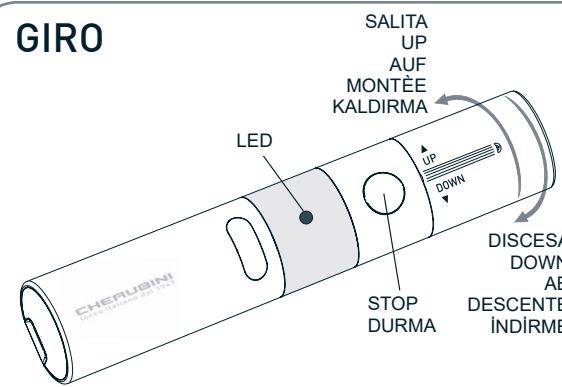
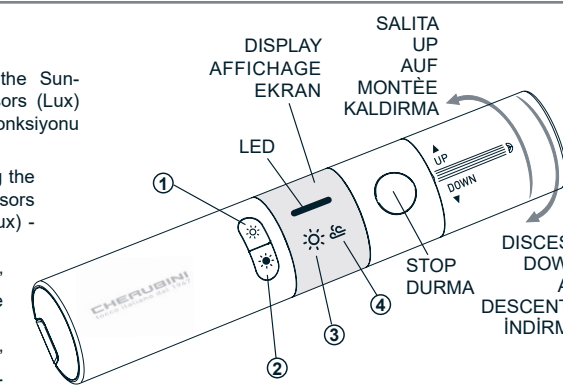

fig. 1
fig. 2
2.0 ALIMENTAZIONE - I telecomandi GIRO funzionano con due pile alcaline da 1,5 V formato LR03 (AAA) (fig. 3). Durante la trasmissione il LED frontale bianco (GIRO fig. 1) - o il display (GIRO Lux fig. 2) - si accende fisso, se le pile sono cariche, lampeggia quando si stanno scaricando. Per la sostituzione usare solo pile analoghe a quelle indicate.
2.0 POWER SUPPLY - The remote controls GIRO work with two 1.5 V Alkali batteries (AAA) format LR03 (fig. 3). White front LED will be lightened during transmission. (GIRO fig. 1) or the display (GIRO LUX fig. 2) - will be on if batteries are charged, blinking when batteries are low. Replace the batteries only with the same type.
2.0 STROM - Die Handsender GIRO funktionieren mit zwei 1,5 V Alkalibatterien (AAA) Format LR03 (fig. 3). Während der Sendung ist der frontale weiße LED (GIRO fig. 1) oder Display (GIRO LUX fig. 2) aufgeleuchtet. Bei leerer Batterie blinkt der LED oder Display. Zum Ersatz der Batterien müssen solche eines gleichwertigen Typs eingesetzt werden.
2.0 ALIMENTATION - Les émetteurs GIRO fonctionnent avec 2 piles alcalines de 1,5 V format LR03 (AAA) (fig. 3). Pendant la transmission la LED frontale blanche est activée (GIRO fig.1) - ou l'affichage (GIRO Lux fig. 2) - si la lumière est fixe les piles sont chargées, elle clignote quand les piles sont presque déchargées. Le
2.0 GÜÇ KAYNAĞI - GIRO uzaktan kumandaları, LR03 (AAA) boyutunda iki adet 1,5 V alkanil pil ile çalışır (Şek. 3). İletim sırasında ön beyaz LED (GIRO Fig. 1) - veya ekran (GIRO Lux Fig. 2) - sürekli yanar, eğer piller şarj edilirse veya boşaldıklarında yanıp söner. Değiştirme için sadece belirtilenlere benzer pilleri kullanın.
GIRO (fig. 1)
GIRO Lux (fig. 2)